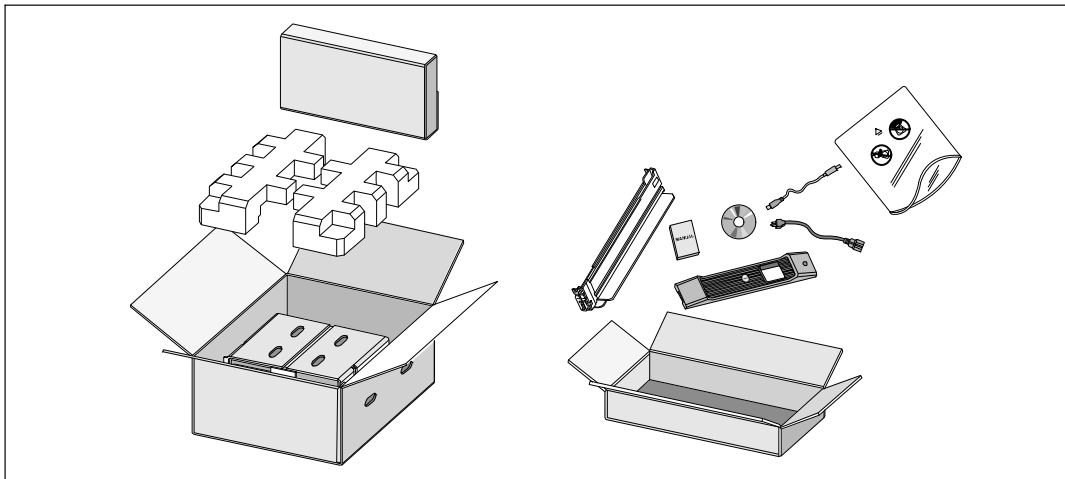

Abbildung 2. Auspacken des Gehäuses
- 1 Öffnen Sie den äußeren Karton, und nehmen Sie die mit dem Gehäuse zusammen verpackten Zubehörteile heraus (siehe Abbildung 2).